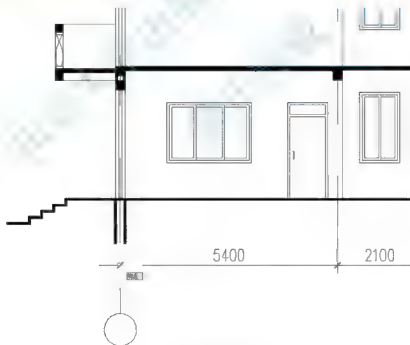

图 4.124 捕捉插入点
② 在指定插入点或 [基点(B)/比例(S)/旋转(R)/预览比例(PS)/预览旋转(PR)]: 提示下,捕捉图 4.124 所示处作为插入点。↙